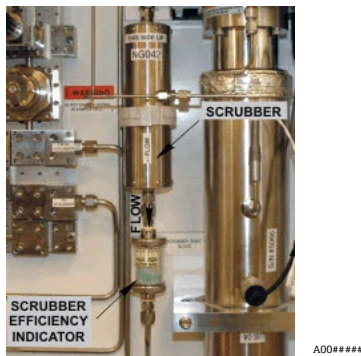

Figura 9: Lavador de gases e indicador de eficiencia del lavador de gases
3. Inserte los tubos de entrada y salida en el nuevo conjunto y asegúrese de que tengan la orientación correcta (véase Figura 9).